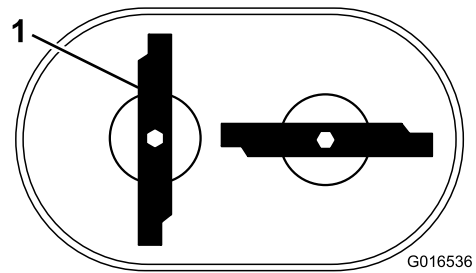

Figuur 43
2. Ondersteun de messen met een plank en draai de mesbout rechtsom met een momentsleutel zoals in Figuur 43; draai de mesbout aan met 82 N·m.